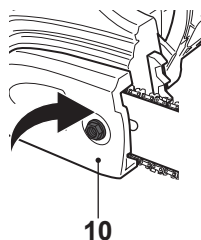

Imagen 11
- > Gire la tuerca de retención [9] hacia la derecha para apretar la cubierta [10] por completo y vuelva a colocar la tapa [8] (Imagen 11).